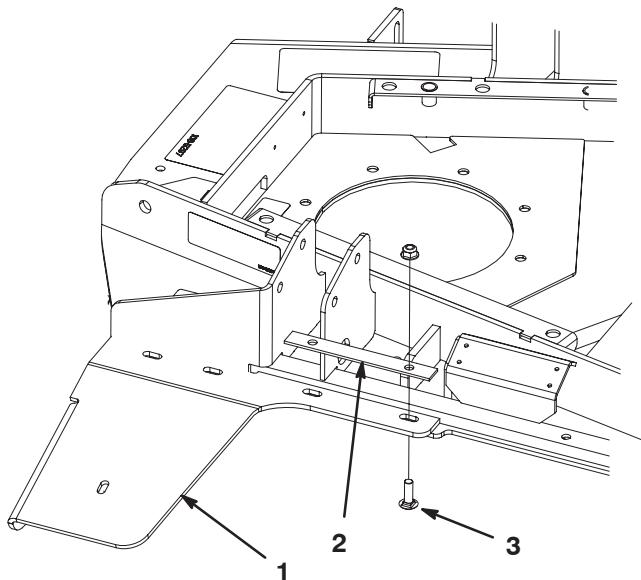

Figura 1
- Monte o deflector de borracha no canto posterior esquerdo da unidade de corte com uma chapa de fixação, (2) parafusos de carroçaria de 5/16 x 1 pol. e porcas flangeadas. Coloque o deflector como se mostra na Figura 1.